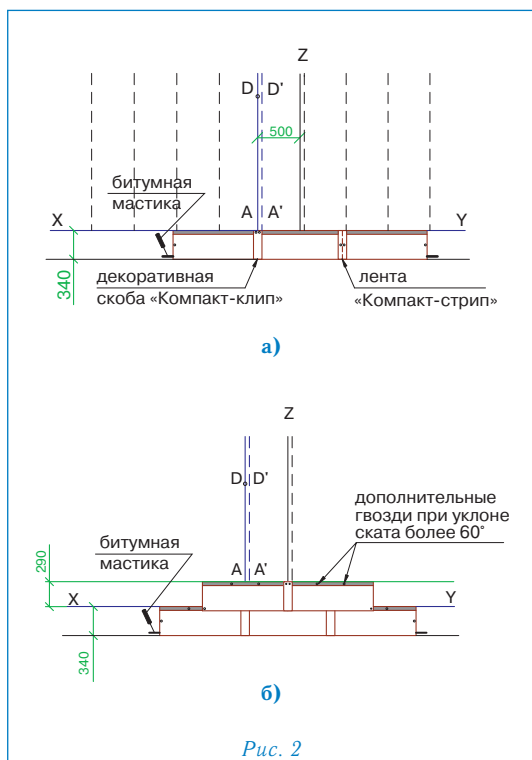

Рис. 2
### Укладка материала (рис. 2)
- укладка черепицы начинается от линии AD, при этом ее верхний край выравнивается по линии XY (рис. 2а);
- листы первого ряда укладываются встык и фиксируются двумя гвоздями по центру коротких сторон на расстоянии 2 см от края (рис. 2а);
- правая сторона скобы «Компакт-клип» выравнивается по линии A'D' и фиксируется двумя гвоздями через специальные отверстия (рис. 2а);
- листы второго ряда черепицы укладываются от линии Z, их нижний край выравнивается по линии, параллельной XY; каждый лист фиксируется двумя гвоздями в 2,5 см от нижней стороны; стыки закрываются декоративными скобами «Компакт-клип», которые также фиксируются двумя гвоздями (рис. 2б);
Для крепления гибкой черепицы ПРЕСТИЖ КОМПАКТ используются гвозди из нержавеющей стали улучшенного прилегания (ершенные) с гладкими широкими шляпками. Каждый лист ПРЕСТИЖ КОМПАКТ закрепляется четырьмя гвоздями, в соответствии с рекомендациями, приведенными выше (рис. 2б).
При укладке материала на скатах с уклоном более 60° каждый лист дополнительно фиксируется 2 гвоздями в верхней части (рис. 2б).